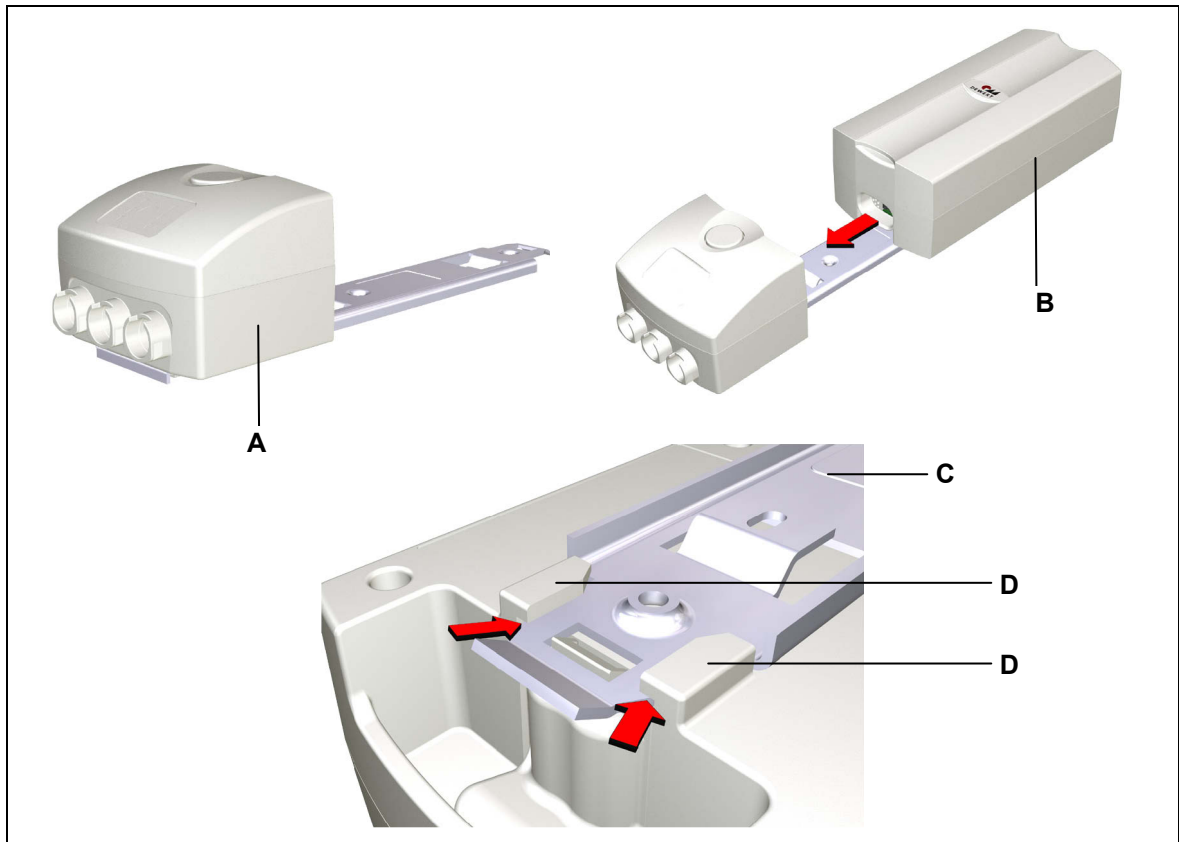

Abbildung 19 Einsetzen des ACCU AC 4.5 bzw. ACCU AC 4.5DC in die Ladestation
- 3 Schieben Sie den ACCU auf die Montageschiene der Ladestation, wie in Abbildung 19 gezeigt, bis die Verriegelung einrastet. Die Gehäuseführungen müssen dabei die Montageschiene umschließen, um einen festen Sitz zu gewährleisten.